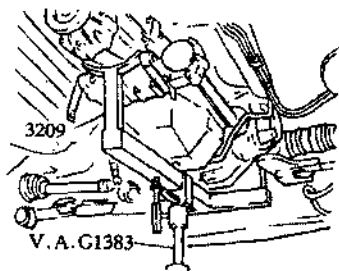

图 4.18 拆下发动机并分离变速器
②7 拆开拉锁导向支架, 然后松开拉锁。
②8 从发动机上拆下点火正时传感器 (G4) 及带有隔热板的发动机转速传感器 (G28), 拆下发动机与变速器上部紧固螺栓。
②9 用变速器千斤顶和变速器支架 3209 支承变速器, 如图 4.18 所示, 拆下发动机与变速器紧固螺栓, 从发动机上分离变速器, 防止变矩器滑落, 且保证不损坏驱动轴总成和多功能开关。